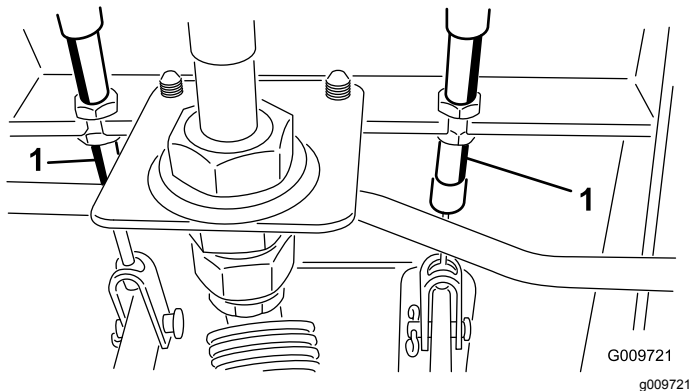

Bild 97
- A. Lockern Sie die vordere Mutter an der Gewindeseite des Bremszuges (Bild 97).